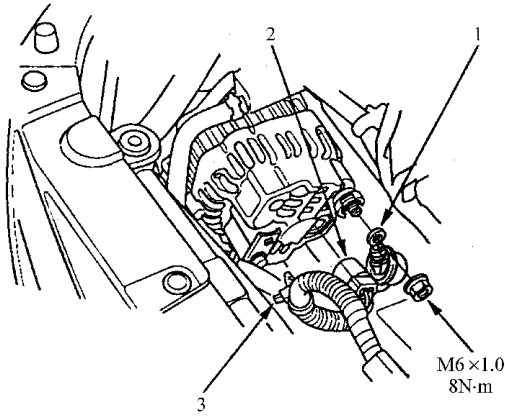

图 9-42 断开交流发电机插接器、导线和线束
- 3) 如图 9-42 所示，从交流发电机上断开交流发电机插接器、白色导线和线束夹。